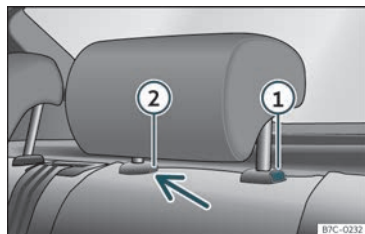

Fig. 103 Appuie-tête arrière : démontage.
- Appuyez sur la touche » fig. 103 ①, en appuyant en même temps sur l'orifice de sécurité ② avec un tournevis plat de 5 mm de largeur maximum et retirez l'appuie-tête.